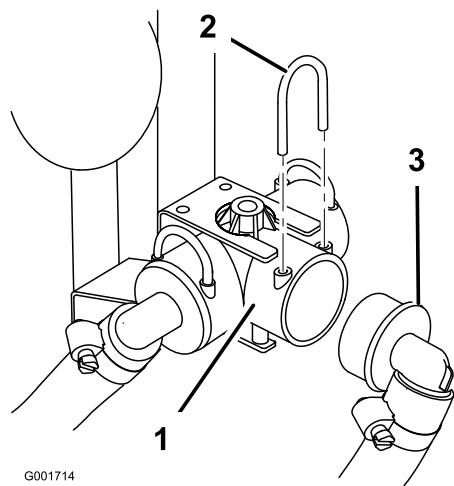

図 7
1. タンク右側のバルブ・アセンブリからリテナフォークを外して、ブーム送液ホースを給液 T 字フィッティングから外す(図 7)。